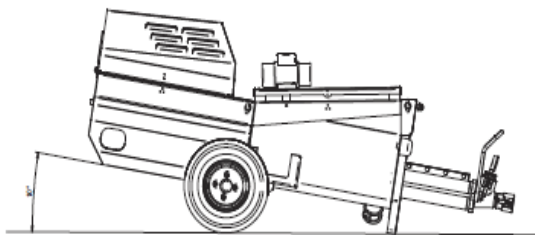

ABB. 5
8. TRANSPORT (Abb. 3), ANHEBEN (Abb. 4), SCHLEPPEN (Sonderausstattung Abb. 5)
Die Maschine muss stets eben aufgestellt werden: bei nach unten geneigter Schneckenpumpe kann das Material leichter austreten (Abb. 5).
In Notfällen ist der Maschinenbetrieb durch Drücken des roten Not-Aus-Tasters (Pos. 9) zu unterbrechen. Um die Maschine vom Stromnetz zu trennen, den Hauptschalter auf 0 drehen und den Netzstecker ziehen (Pos. 1 Abb. 5): alle sich bewegenden Maschinenkomponenten werden angehalten.